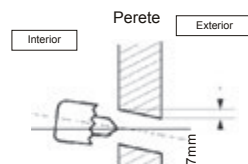

Fig. 3
3. Gaura va fi facuta in partea stanga sau dreapta si va fi usor inclinata astfel incat iesirea sa fie mai jos decat intrarea burghiului. Vezi Fig 3.